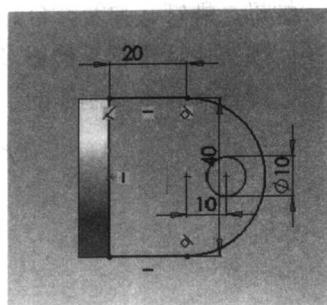

图1-5 绘制的草图
(5) 在“设计树”管理器中单击选择“右视基准面”将视图设置为“正视于”视图。然后使用“直线”工具()、“3点圆弧”工具()和“圆”工具()绘制草图并标注尺寸，如图1-5所示。